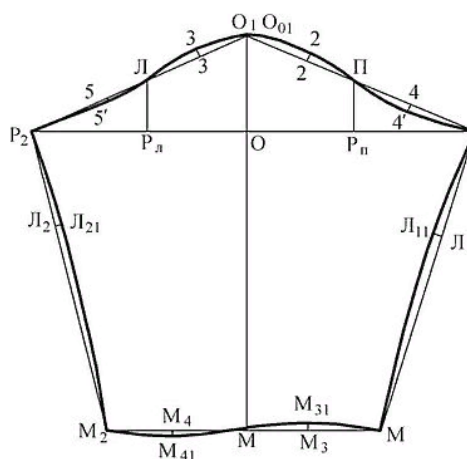

Рис.8.1- Чертёж рукава для изделия с углублённой проймой.
2. Используя чертёжные принадлежности, выполнить чертёж рукава (рис.8.1).